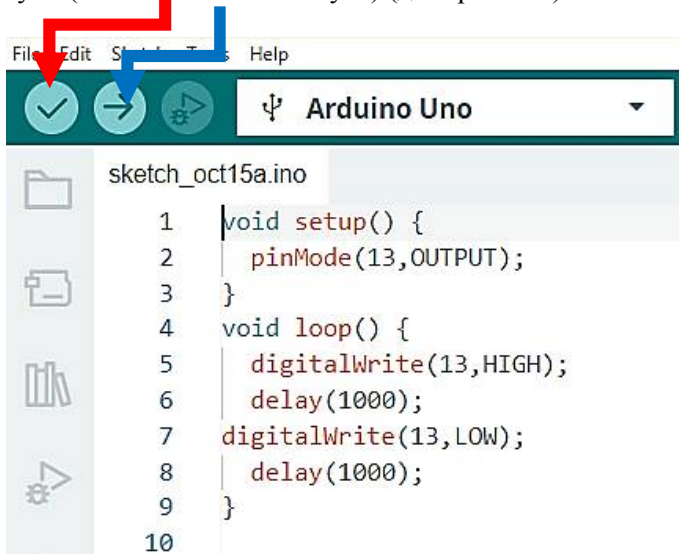

Рисунок 5.3 – Дії при компіляції та завантаженні програми.
4.4. Натиснути (компіляція), а потім, якщо немає помилок натиснути (завантаження та запуск) (див. рис. 5.3).